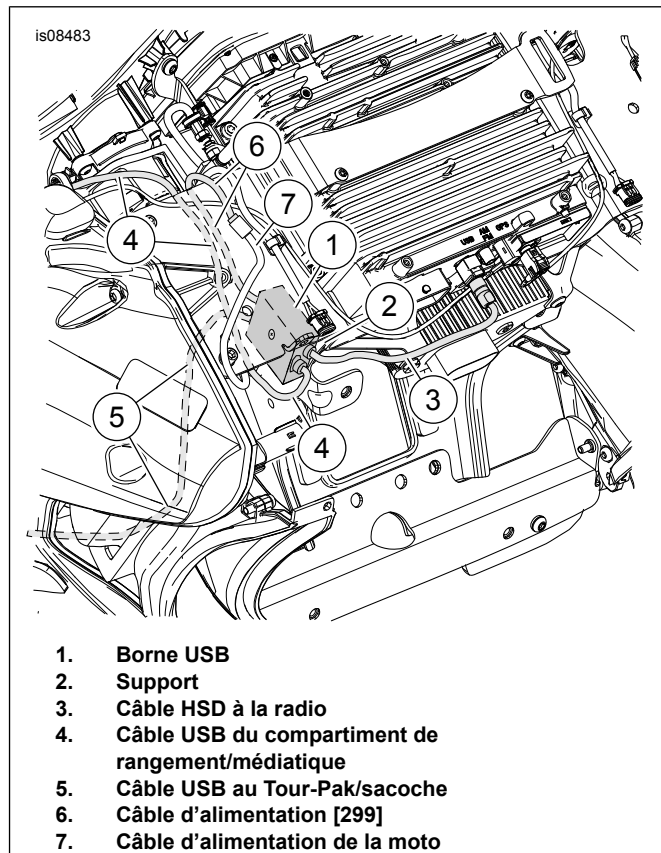

Figure 4. Installation du répéteur USB et emplacement du câble
2. Voir Figure 4. Installer le câble USB (4) du compartiment médiatique/de rangement et le connecter au répéteur USB (1) comme illustré.
3. Installer le câble HSD (3) sur la radio.
4. Installer le câble d'alimentation (6) sur le câble d'alimentation (7) [299].
5. Acheminer le câble USB (5) vers l'arrière de la moto.